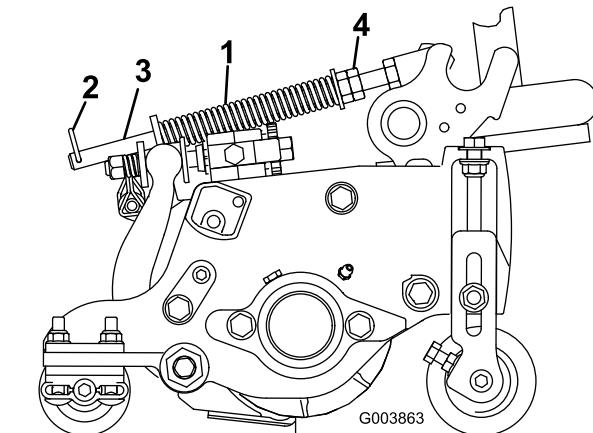

Figure 16
- Vérifiez que la goupille fendue est insérée dans le trou de la tige de ressort (Figure 16).
- Serrez les écrous hexagonaux à l'extrémité avant de la tige de ressort jusqu'à ce que la longueur du ressort comprimé soit égale à 15,9 cm (Figure 16).
Remarque: Si le plateau de coupe doit être déposé de la machine, déplacez la goupille fendue dans le trou avant de la tige de ressort (Figure 16). Veillez à remettre la goupille fendue dans le trou arrière de la tige de ressort lorsque le plateau de coupe est remis en place sur la machine.